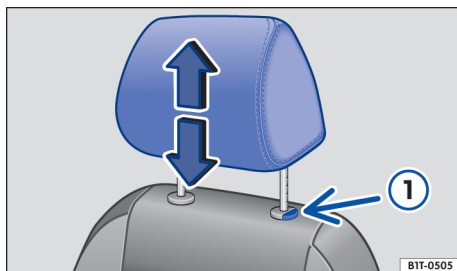
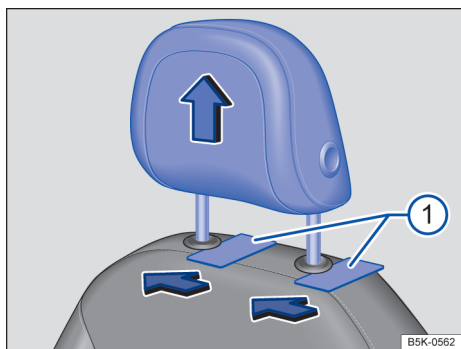

Fig. 70 Apoio para cabeça dianteiro: desinstalar (variante 2).
Fig. 69 Apoio para cabeça dianteiro: desinstalar (variante 1).
- Variante 1: introduzir objetos planos entre o revestimento do encosto do banco e as capas de cobertura das barras de guia do apoio para cabeça, por exemplo, cartões de plástico → Fig. 69 ①. Retirar completamente o apoio para cabeça.
- Variante 2: Retirar o apoio para cabeça com o botão → Fig. 70 ① pressionado.
- Empurrar o apoio para cabeça para baixo com o botão → Fig. 69 ① ou → Fig. 70 ① pressionado.